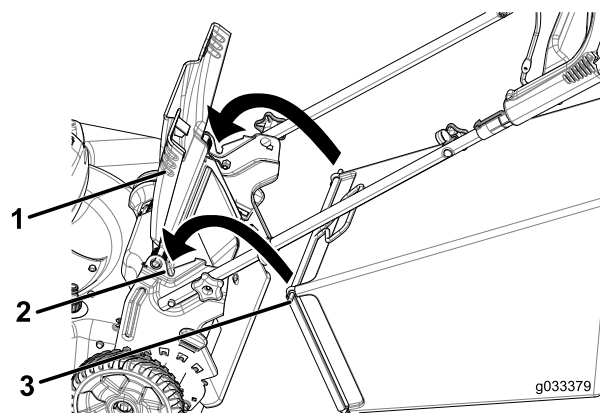

Figura 22
1. Levante y sujete el deflector trasero (Figura 22).
2. Instale la bolsa de recogida, asegurándose de que los pasadores de la bolsa descansan en las muescas del manillar (Figura 22).